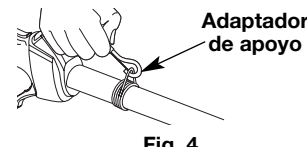

Fig. 4
3. Coloque el arnés por encima de su cabeza y sobre su hombro. Abroche en el adaptador de apoyo (Fig. 4).